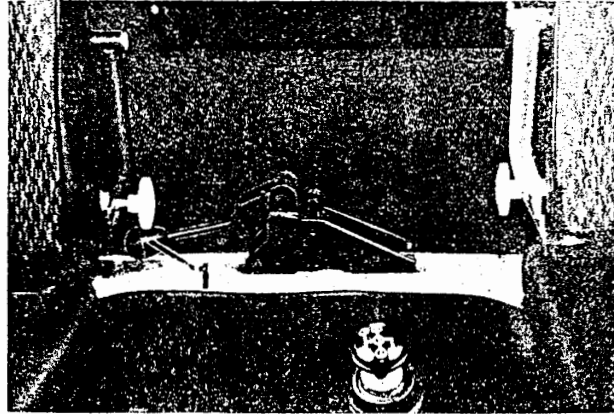

Bild Fa 5. Verriegelung des Fahrerhauses
4. Fahrerhaus absenken, verspannen und sichern (Bild Fa 5).